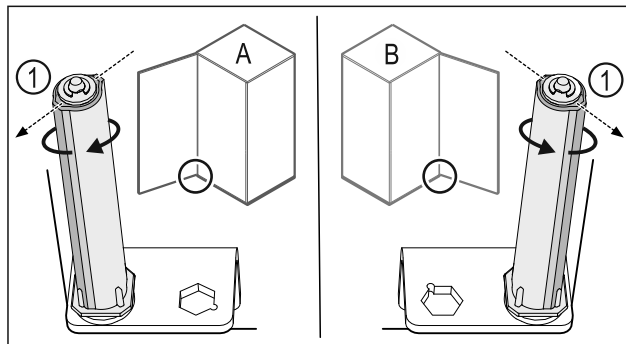

Fig. 35 Okretanje nalijevo (A) / okretanje nadesno (B)
- ▶ Okrećite sustav zatvaranja do kraja dok lamela sustava zatvaranja Fig. 35 (1) ne bude usmjerena prema van.